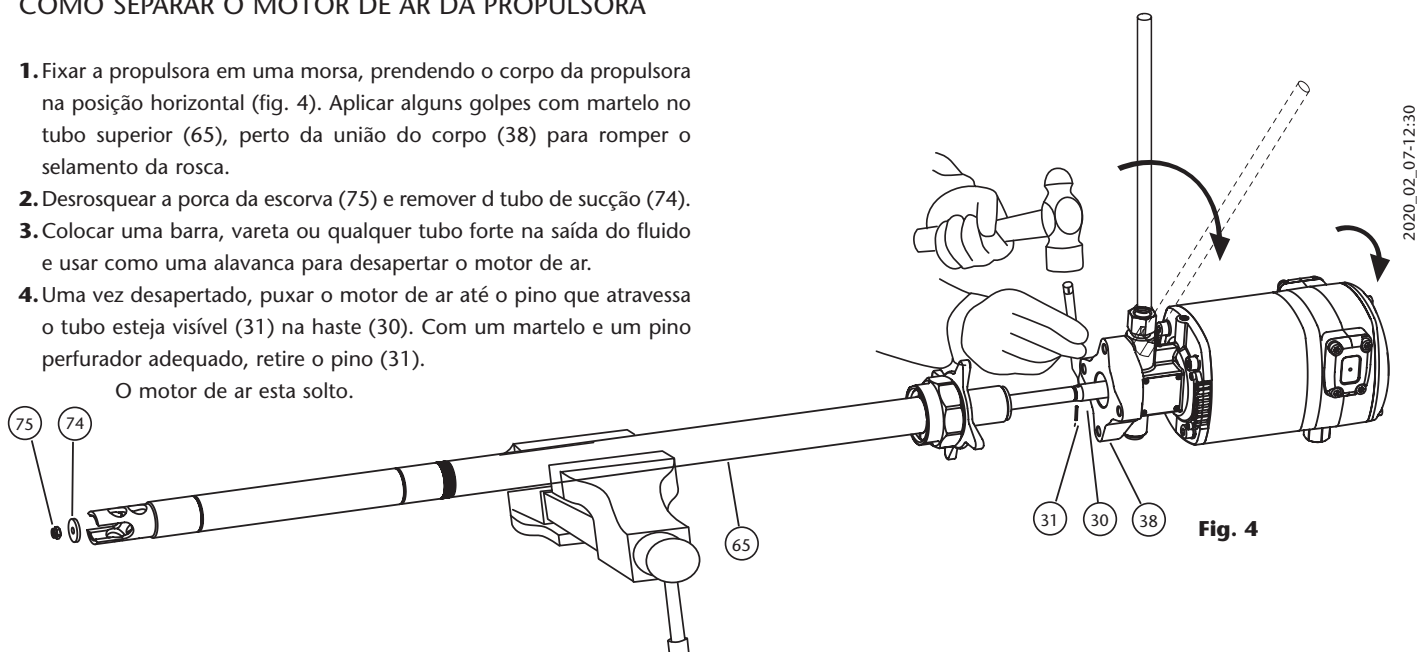

Fig. 4
1. Fixar a propulsora em uma morsa, prendendo o corpo da propulsora na posição horizontal (fig. 4). Aplicar alguns golpes com martelo no tubo superior (65), perto da união do corpo (38) para romper o selamento da rosca.
2. Desrosquear a porca da escorva (75) e remover o tubo de sucção (74).
4. Uma vez desapertado, puxar o motor de ar até o pino que atravessa o tubo esteja visível (31) na haste (30). Com um martelo e um pino perfurador adequado, retire o pino (31).